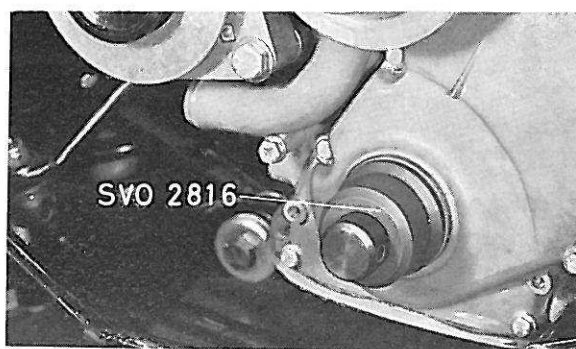

Figure 50. Montage de la bague d'étanchéité
4. Extraire la bague d'étanchéité. Lubrifier le joint d'étanchéité neuf et le monter avec le mandrin 2816, figure 50.